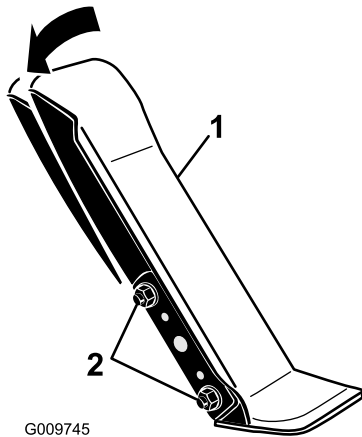

Figura 56
1. Afloje las 2 tuercas y pernos que fijan el lado izquierdo del pedal de tracción al soporte (Figura 56).
2. Ajuste el ángulo del pedal y apriete las tuercas (Figura 56).